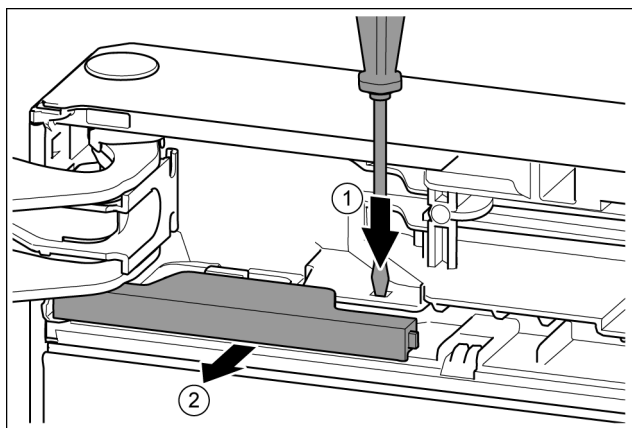

Fig. 11
- С плоската отвертка натиснете езичето. *Fig. 11 (1)*
- Извадете капака от фиксатора. *Fig. 11 (2)*